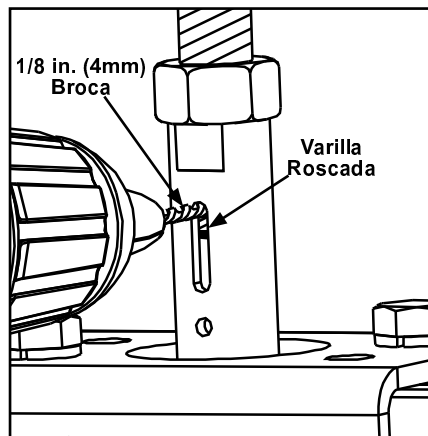
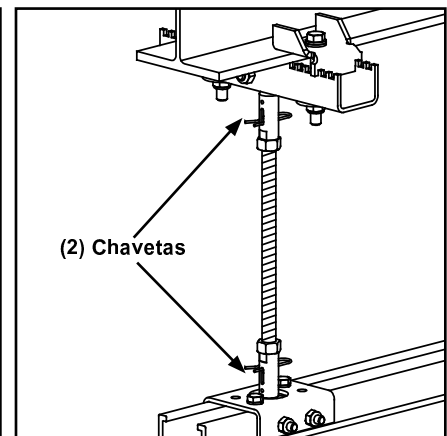

Figura 3-68
Figura 3-69
- Paso 6. En varilla roscada haga un orificio pasado con broca 1/8" (4 mm) e inserte la chaveta. Vea Figura 3-68 y Figura 3-69.